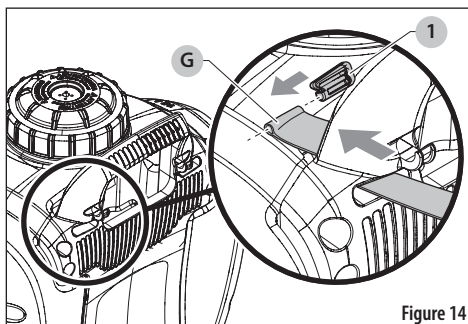

Figure 14
1. Pour chacun des côtés du harnais (G), enlevez les petits clips en plastique (1) des deux boucles des courroies d'épaules et enflez chaque boucle dans les emplacements prévus à cet effet en haut de la poignée du pulvérisateur. Voir Figure 14.
2. Remplacez les pinces (1) à travers les boucles et tirer sur les courroies pour bien fixer les deux courroies du harnais (G) en place.